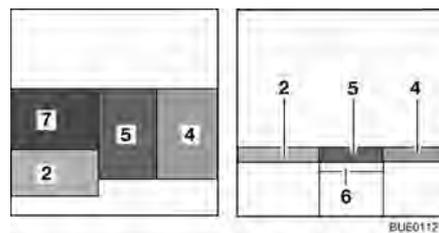

Fig. 98 Dopo la trasformazione
- Estrarre la prolunga del cassone letto (Fig. 98,6).
- Posizionare il cuscino del divano (Fig. 98,5) al centro.
- Posizionare il cuscino dello schienale (Fig. 98,4) tra il cuscino del divano e la parete.